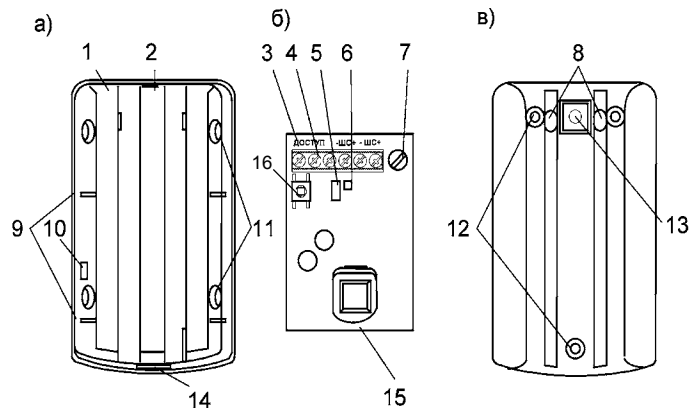

Рисунок 2 – Основание с печатной платой
новить требуемую величину тока поворотом потенциометра (7) (см. рисунок 2) на печатной плате извещателя.